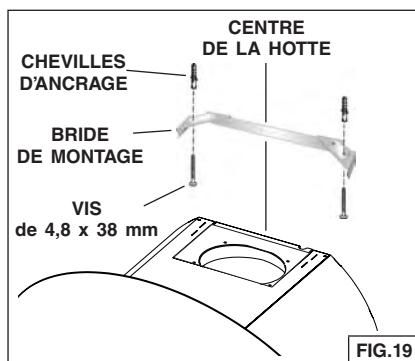
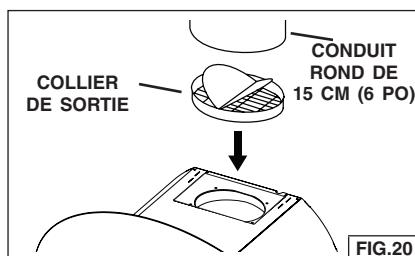

FIG.19
FIG.20
18. **Centrez** soigneusement la bride de montage directement au-dessus de l'emplacement de la hotte. Fig. 19.
19. Fixez la bride au plafond à l'aide de deux (2) vis de montage de 4,8 x 38 mm et des chevilles d'ancrage pour cloisons sèches. Assurez-vous que la bride est bien appuyée dans l'angle du mur et contre le mur, et bien centrée au-dessus de la hotte.
20. Pressez le collier/clapet dans le raccord de conduit du ventilateur. Fig. 20.